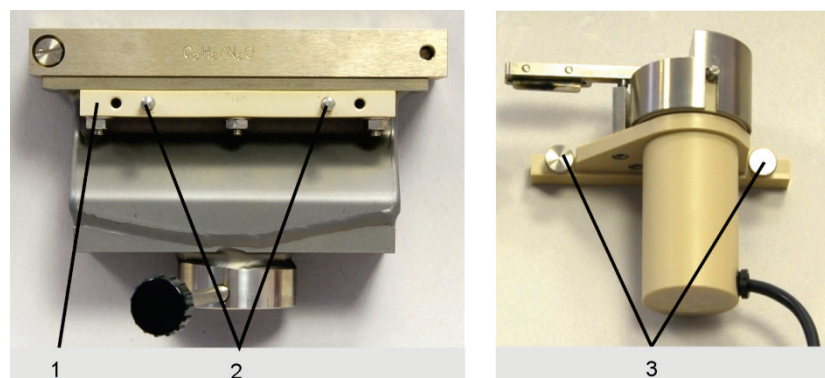

Fig. 56 Riel de montaje / tornillos moleteados en el raspador
2. Desatornille la guía de fijación (1 en Fig. 56) con tornillos moleteados (3 en Fig. 56) del raspador.
3. Monte el riel de montaje en el cuerpo del mechero, como se muestra en Fig. 56. Utilice para ello los tres tornillos largos de titanio y las tuercas suministrados. Pase los tornillos desde arriba a través de la mordaza delantera y atornille la guía de fijación con las tuercas.
4. Inserte el raspador en los pasadores de guía del riel de montaje (2 en Fig. 56) y fíjelo con los tornillos moleteados (3 en Fig. 56).